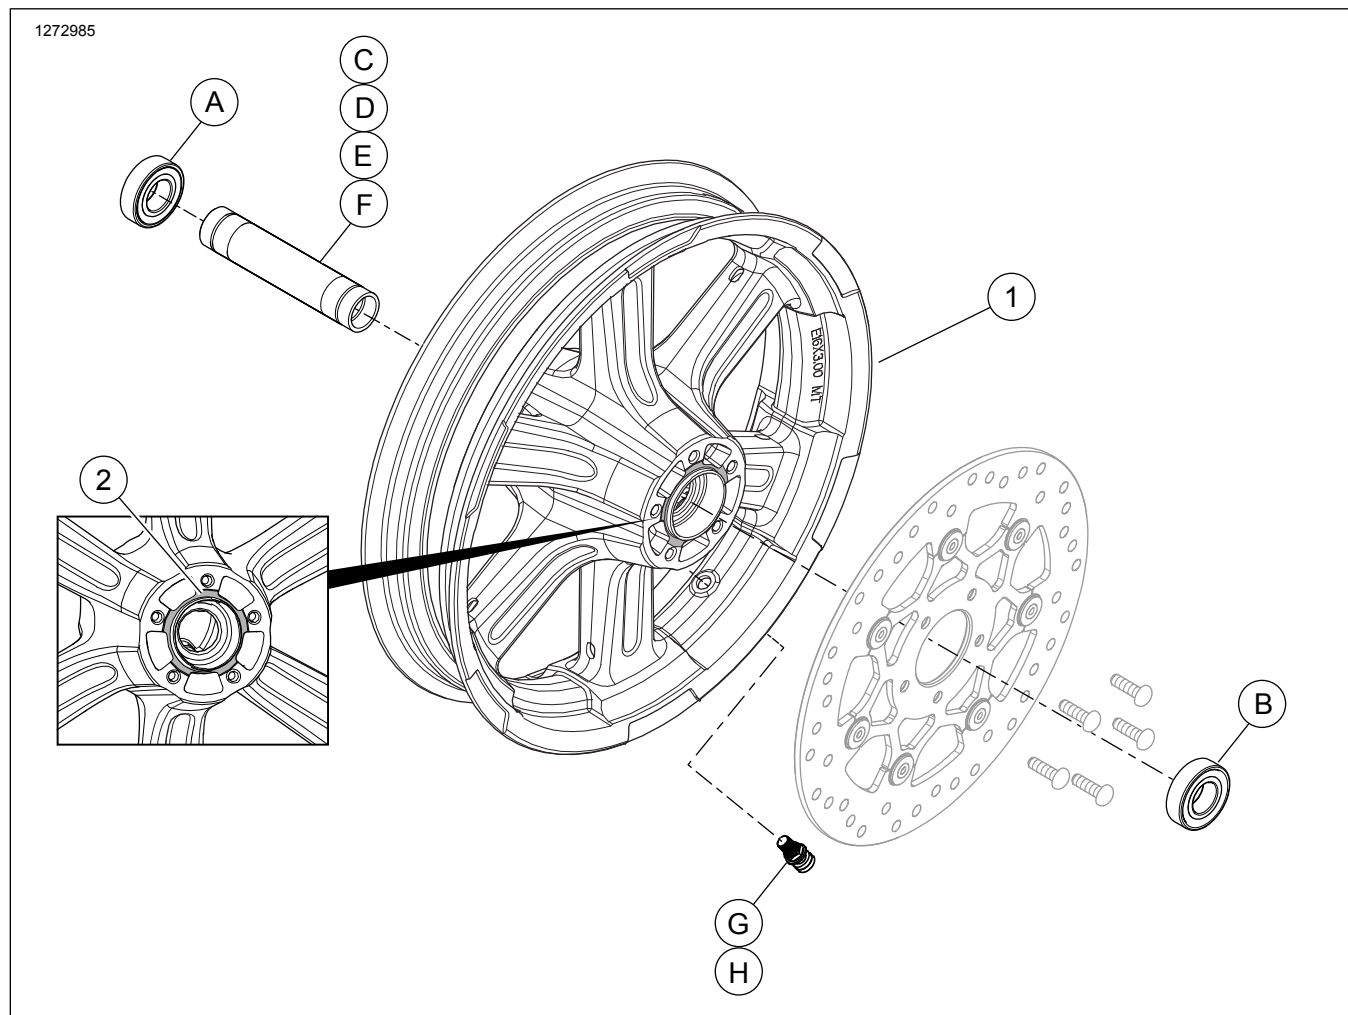

Figure 2. Pièces de rechange : kit de roue avant
Ce kit inclut uniquement une roue personnalisée. Voir Figure 2 et Tableau 3 pour connaître le contenu du kit.
2. Voir Figure 2 . Poser l'ensemble de tige de valve sur la roue. Consulter le manuel d'entretien.